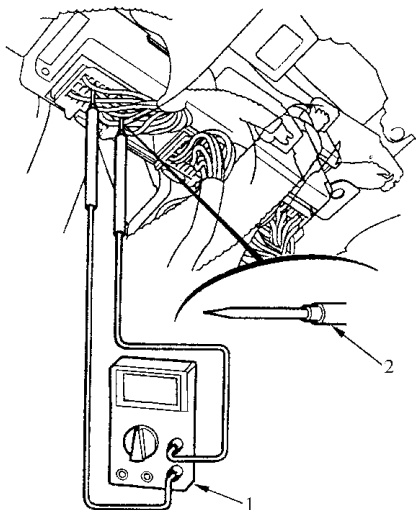

图 5-3 对 PGM 电路进行检测
- 3) 如图 5-3 所示, 使用数字万用表和锥形头探针, 根据 DTC 故障检修程序, 检测 PGM 电路。